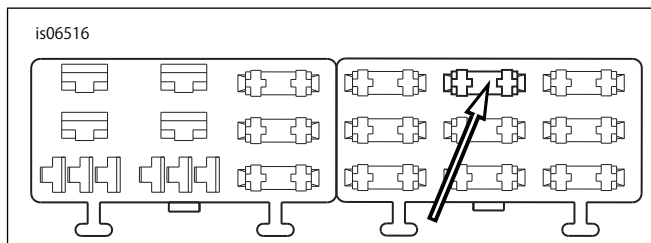

図7. 「P&AIGN」ヒューズブロックキャビティ(2004～2010年Softail)
- 図7を参照してください。ヒューズブロックカバー上で「P&AIGN」の表示のあるヒューズキャビティ(1)を探します。このキャビティの片側にしかターミナルはありません。後ろ側から、オレンジ/白色アダプターワイヤーのターミナルをキャビティのオープンサイドへ挿入します。止まるまで挿入してください。その周囲には工場出荷時に取り付け済みのターミナルが何本かありますので、そのうちの1本を基準にして、今挿入したターミナルの向きと深さを確認してください。